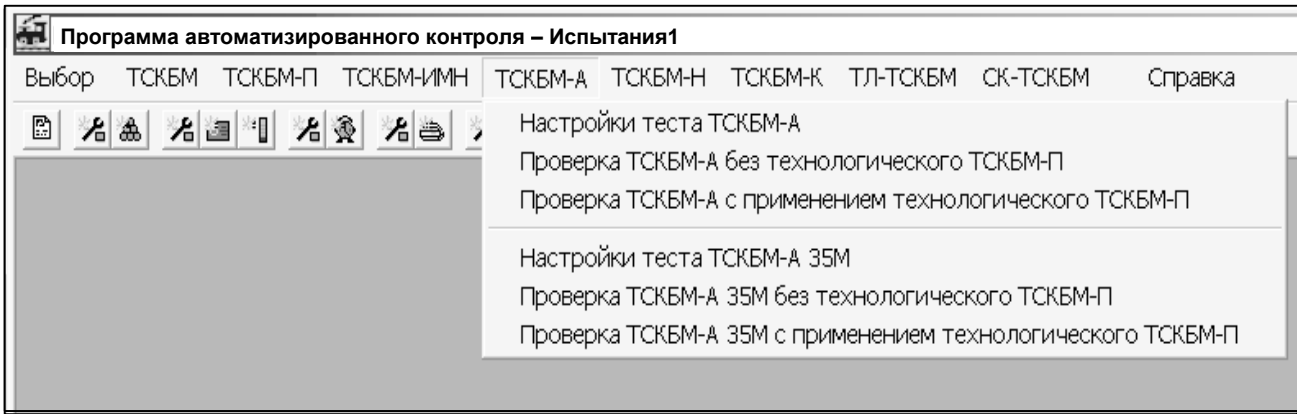

Рисунок 2.53 - Меню Испытания \ ТСКБМ-А
- 1) В меню **Испытания** программы Board, рисунок 2.53, откройте пункт **ТСКБМ-А\ Настройка теста ТСКБМ-А**.